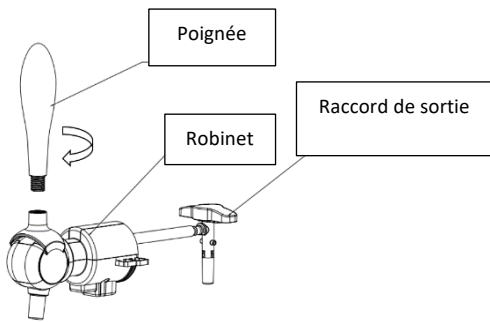

Figure 1
2. Installez la poignée du robinet, branchez le robinet et assurez-vous que les deux extrémités s'emboîtent parfaitement (comme indiqué sur la figure 1).